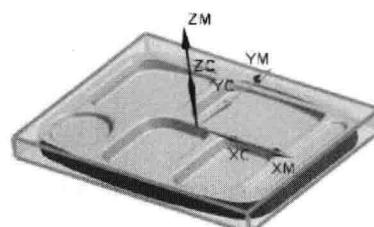

图 1.4 毛坯几何体
Step3. 单击“毛坯几何体”对话框中的**确定**按钮，系统返回到“铣削几何体”对话框，完成图 1.4 所示的毛坯几何体的创建。